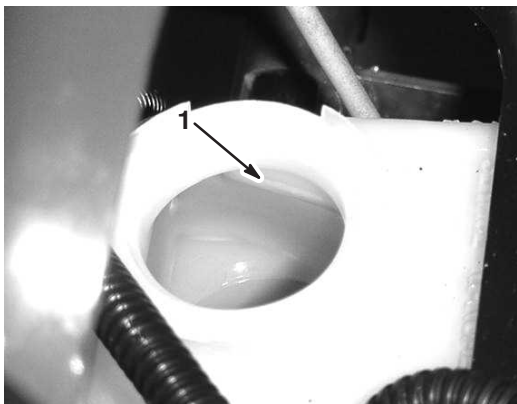

Figure 9
2. Le niveau de liquide doit atteindre le repère maximum sur le réservoir (Fig. 9).